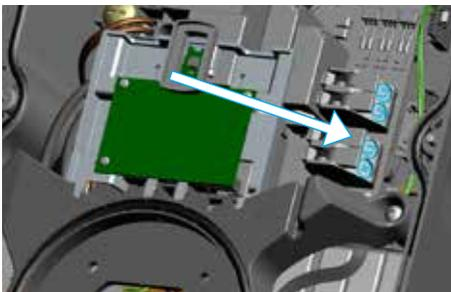

Abbildung 5: Anschlusspunkte für die Kabel des Ladekabels.
- Drücken Sie das Ladekabel weiter nach innen und befestigen Sie die Kabel auf den ausgehenden Klemmen der Plattform. Siehe Abbildung 5 für die Stelle am 3-phasigen Modell. Am 1-phasigen Modell sind nur die Anschlusspunkte für N und L1 verfügbar.